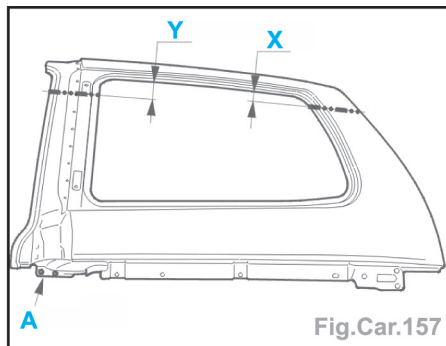

Fig.Car.157
- Tracer puis découper à l'aide d'une meule épaisseur 1 mm (coupe définitive) et percer au Ø 6.5 mm pour soudage ultérieur par points bouchons (suivant A) (Fig.Car.157).